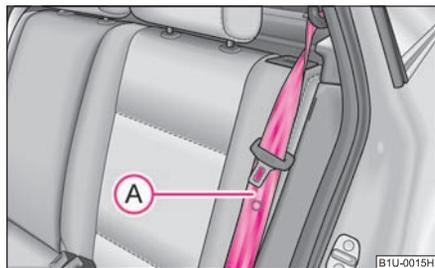

Fig. 66 Verrouiller le dossier
- Mettez la ceinture de sécurité latérale AR (A) derrière le bord de l'habillage latéral ⇒ fig. 66.